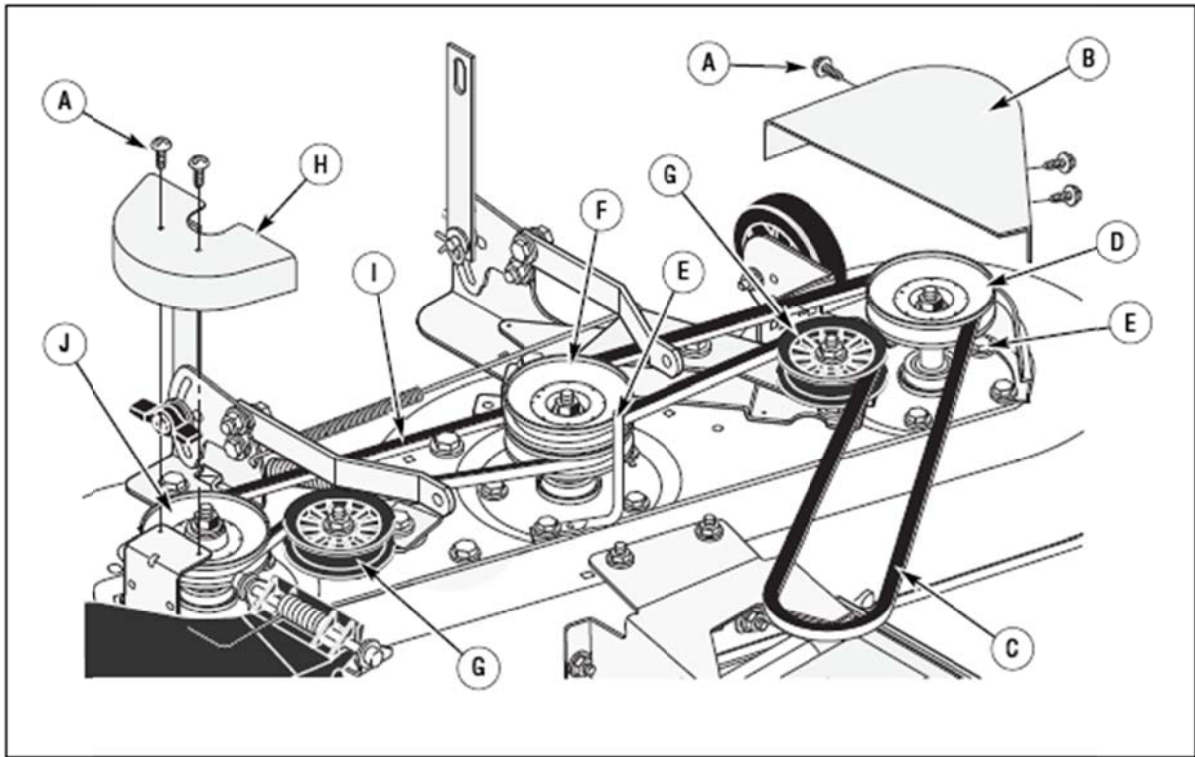

Рис. 38:
2. Отверните три винта и снимите крышку левого ведущего шкива (рис. 38).
2. Снимите основной ремень с соединительного шкива (рис. 38).